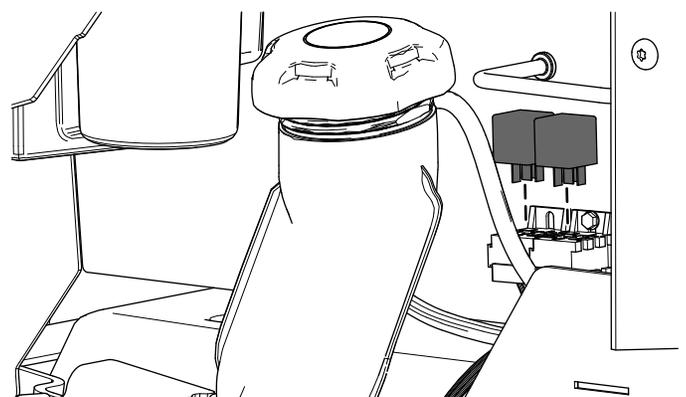

Figura 17
5. Montaggio dei 2 relè (Figura 17).